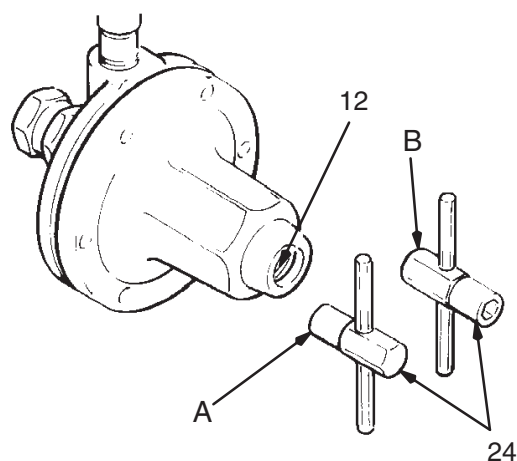

Fig. 3
- a. *Gäller endast fjäderstyrda regulatorer (se Fig. 3).* Regulatort kan öppnas helt på två sätt:
- Vrid inställningsskruven (19) helt *moturs* med hanänden (B) på regulatornyckeln (24). Tryckinställningen bibehålls.
- Vrid inställningsskruven (12) helt *medurs* med hanänden (A) på regulatornyckeln (24). Du måste återställa tryckinställningen efter spolningen.
- c. *Gäller endast fjäderstyrda regulatorer (se Fig. 3).* Regulatorn kan ställas in på två sätt:
- Vrid inställningsskruven (19) helt *medurs* med handen (B) på regulatornyckeln (24). Kontrollera att tryckinställningen inte har ändrats.
- Vrid inställningsskruven (12) *moturs* med handen (B) på regulatornyckeln (24) till önskad tryckinställning.
1. Stäng regulatorn: vrid inställningsskruven (12) *moturs* med på handen (A) på nyckeln (24) så att fjäderspänningen avlastas. Se Fig. 3.
3. Vrid nyckeln (24) *medurs* så att trycket ökar. Se Fig. 3. Ställ in så att önskat sprutmönster fås.